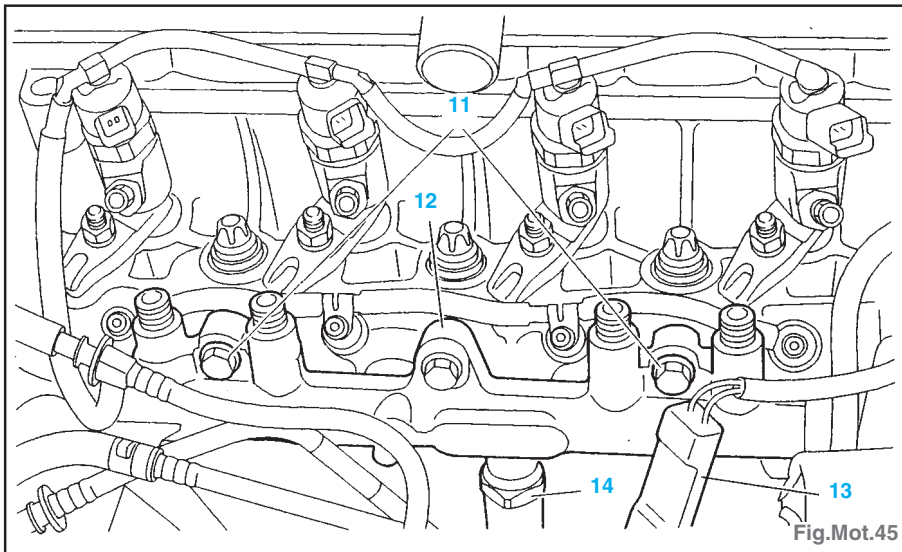

Fig.Mot.45
- Déconnecter (Fig.Mot.45) :
- le capteur haute pression (14),
- la sonde de température (13),
- déposer les vis (11) et la rampe (12).